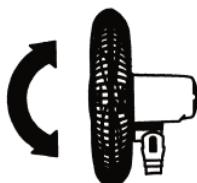

Рисунок 3
- 3. Выберите угол наклона вентилятора. Изменение угла наклона вентилятора осуществляется нажатием на верхнюю или нижнюю часть решетки (рисунок 3).